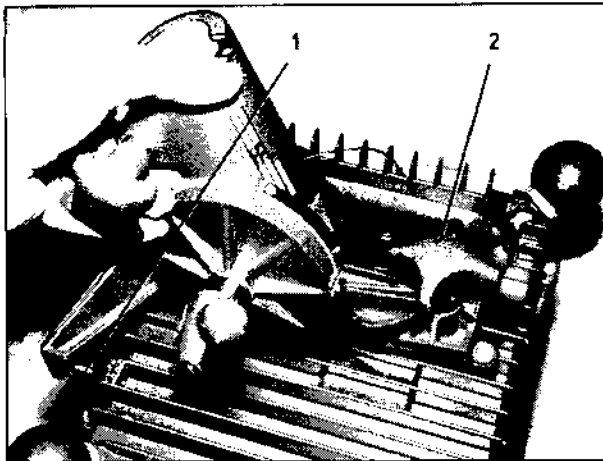

Bild 33
5. Zapfen (Bild 33/1) der Konsole in die Bohrungen der oberen RF-Einheit (FM 15000) einsetzen und Konsole mit der Knebelschraube (Bild 33/2) an die RF-Einheit anschrauben.